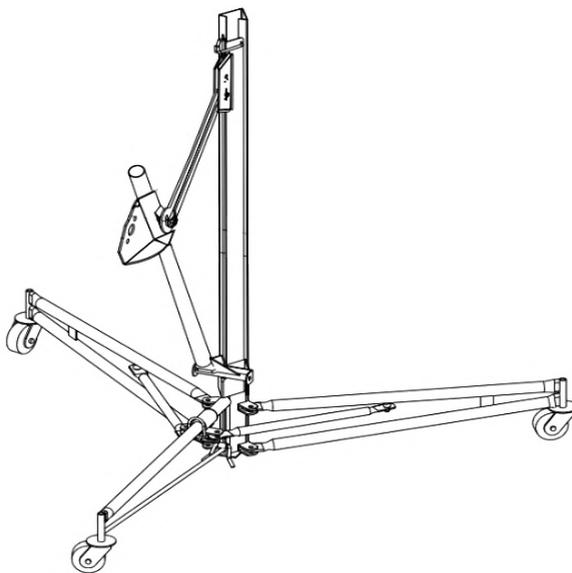

Abbildung 20
- Die endgültige Montage sollte wie in Abb.20 dargestellt aussehen.